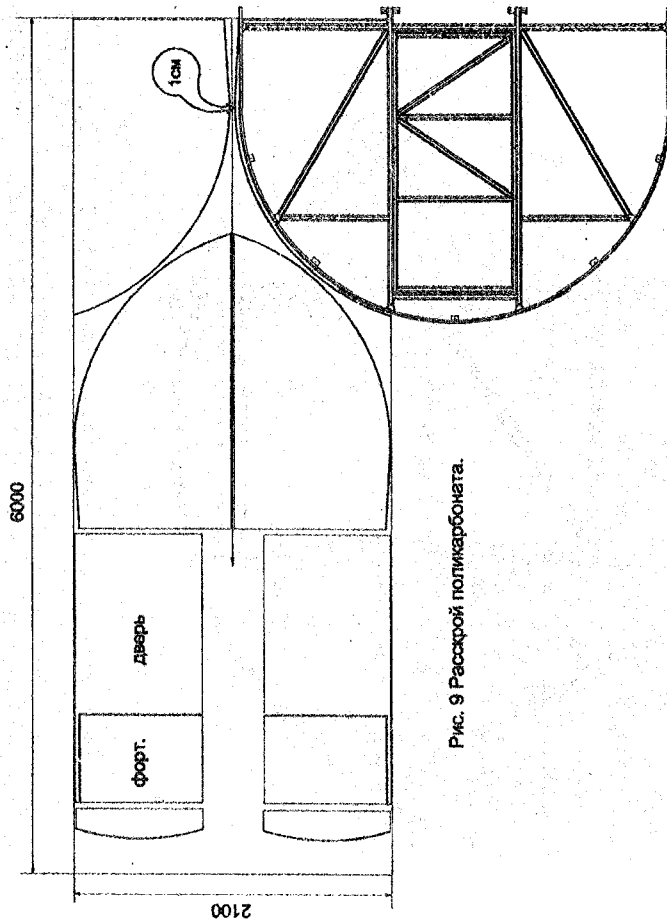

Рис. 9 Расскрой поликарбоната.
3.7.1. Положите лист поликарбоната размером 2,1х6м на ровный участок. На листе поликарбоната прочертите посередине вдоль листа маркером линию на длину примерно 3,60 м (см. рис. 9).